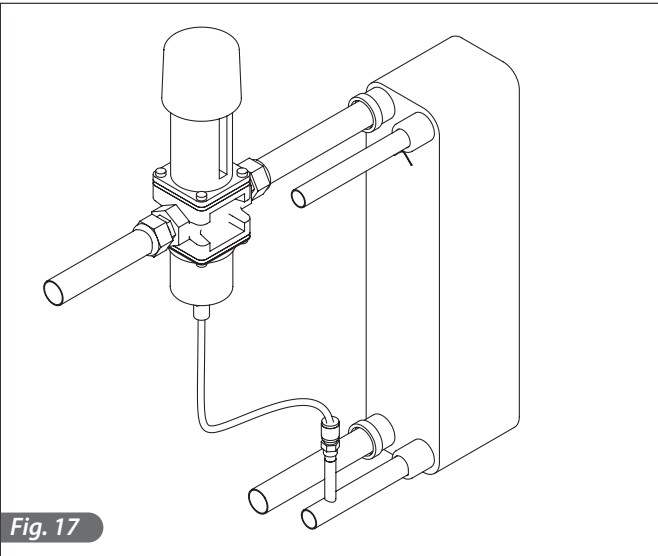

Fig. 17
- Au moment des tests d'essai (eau du réseau), machine en état d'arrêt et réseau d'eau déjà prêt, contrôler l'absence de fuite au niveau du tuyau d'évacuation du condenseur; s'il y a lieu, régler le robinet pressostatique jusqu'à l'arrêt complet de la fuite (Fig.17).